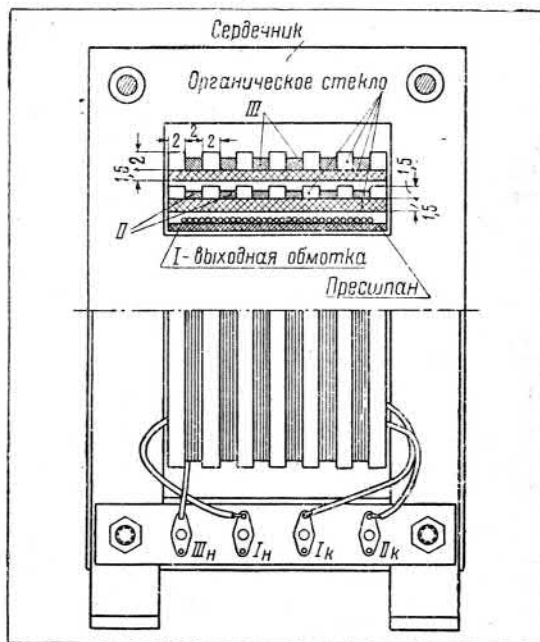

Рис. 6
При сечении сердечника — 4 см^2 (например, $20 \times 20 \text{ мм}$) обмотки имеют следующие данные: выходная обмотка (I) имеет 70 витков, намотанных проводом ПЭШО 0,3 в один ряд с отводами от 50-го и 60-го витков (рис. 6); сеточная обмотка (II) расположена в нескольких секциях (4—6) и имеет 350 витков, намотанных проводом ПЭШО 0,12; анодная обмотка (III) располагается так же, как и сеточная, на отдельном каркасе в 6—9 сек-